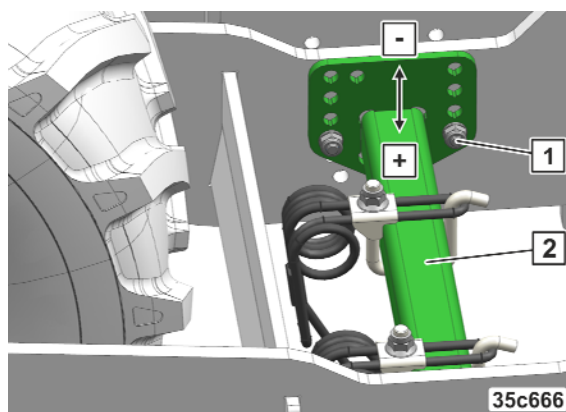

Bild 198
1. Lossa muttrarna (Bild 198/1) och ta bort dem.
2. Ställ in harvarmen (Bild 198/2) i önskat läge.
3. För harvarmen (Bild 198/3) till önskad position.